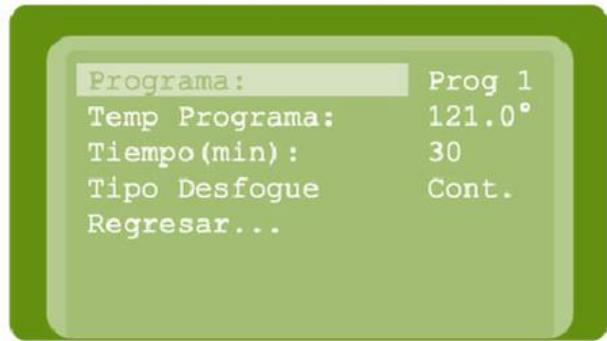

Figura 4
6. Si requiere modificar alguno de los programas pre-establecidos, en el renglón “Programa” pulse la tecla **ENTER** (Figura 4) se pondrá intermitente el parámetro “Prog 1”, pulsando la tecla de **DECREMENTAR** o **INCREMENTAR** puede subir o bajar para elegir el programa 1,2,3,4 o 5 que más le convenga. Para fijar el valor pulse **ENTER**.